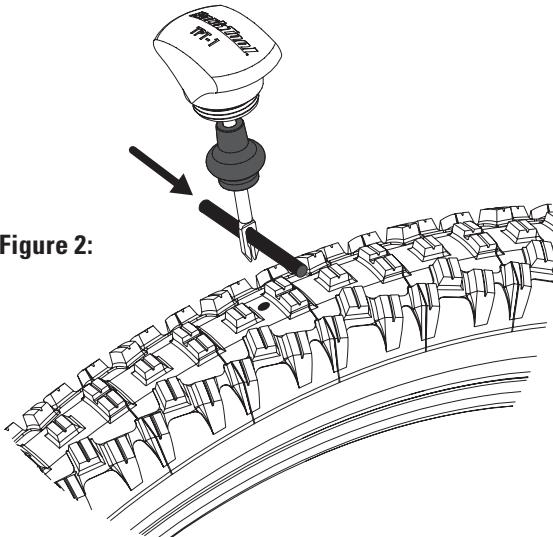

Figure 2:
4. Remove 1 plug from packaging and insert through forked end of tool until plug is halfway through fork (Fig. 2).
4. Nehmen Sie einen Flickenstreifen aus der Verpackung und führen Sie ihn durch das Gabelende des Werkzeugs bis der Flickenstreifen halb durch die Gabel hindurch geführt ist (Abb. 2).
4. Retirer une mèche du packaging et l'insérer dans le chas jusqu'à ce qu'elle l'ait traversé à moitié (Fig. 2).
4. Retire 1 tapón del embalaje e insértelo por el extremo en forma de horquilla de la herramienta hasta que el tapón esté a la mitad de la horquilla (Fig. 2).